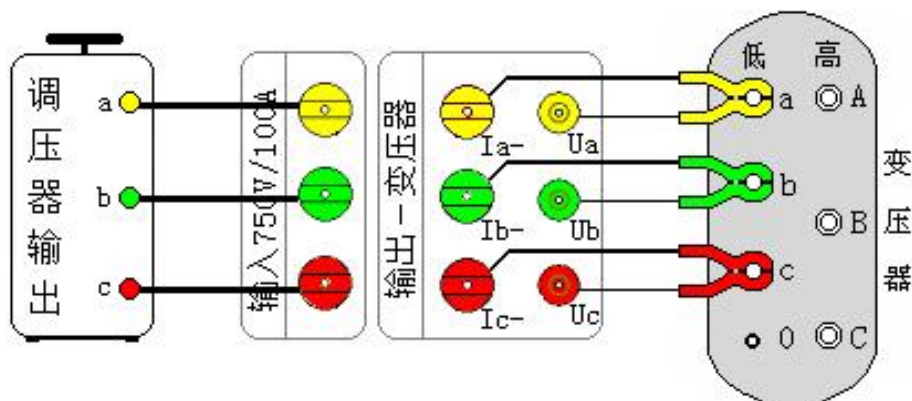

图 26、三相电源对三相变压器空载试验
## (2) . 三相电源对三相变压器的空载试验 (如图 26):